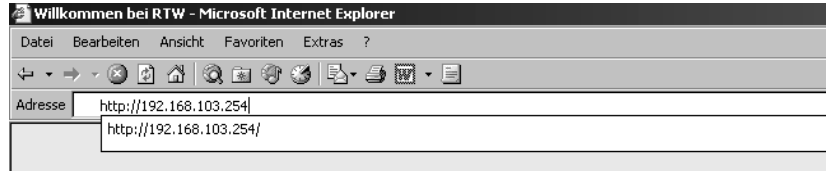

Bild 8-19: IP-Adresseingabe in das Adressfeld des Internet-Browsers
1. Starten Sie Ihren Internet-Browser und geben Sie die IP-Adresse Ihres Gerätes in der Adresszeile ein (z. B.: „http://192.168.103.254“, siehe Bild 8-19). Bestätigen Sie die Eingabe mit der „Enter“-Taste Ihrer PC-Tastatur.